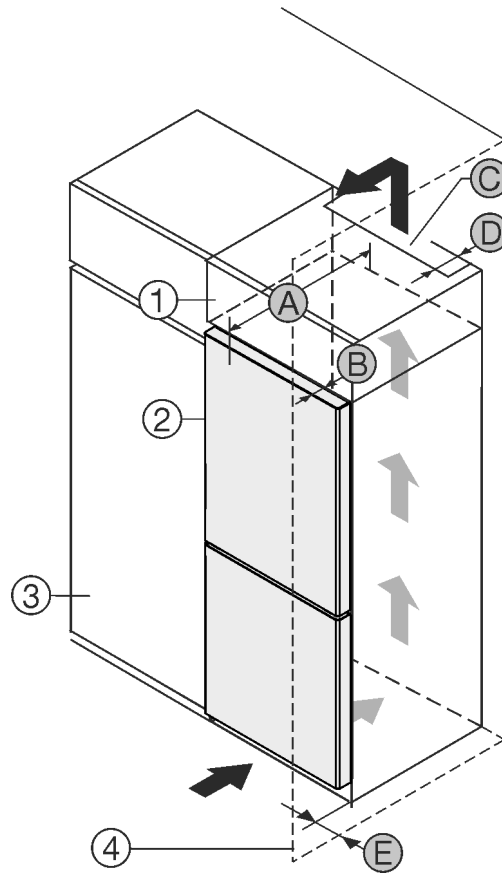

Fig. 1
Voit pystyttää laitteen suoraan jääkaapin Fig. 1 (3) viereen.
Lisäkaapin takana on oltava lisäkaapin levyinen poistoilmakuilu, jonka syvyys on Fig. 1 (D).
Katon alapuolelle on jäätävä ilmanvaihdon poikkipinta-alaa Fig. 1 (C) vastaava tila.
Jos asennat laitteen oven saranapuolen seinän Fig. 1 (4) viereen, laitteen ja seinän väliin on jätettävä vähintään 13 mm väli.
Jos asennat laitteen oven saranapuolen seinän Fig. 1 (4) viereen, laitteen ja seinän väliin on jätettävä vähintään 20 mm väli.
Jotta voit avata ovet kokonaan, laitteen on oltava oven syvyyden Fig. 1 (B) verran ulospäin keittiökaappien etureunasta. Keittiökaappien Fig. 1 (3) syvyyden ja välikkeiden käytön mukaisesti laite voi olla ulompänä.